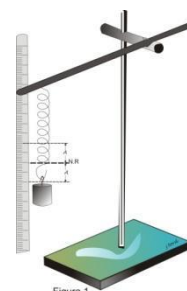

Figura 1
Consideremos un cuerpo de masa m suspendido del extremo inferior de un resorte vertical de masa despreciable, fijo en su extremo superior, como se muestra la Figura 1. Si se aplica una fuerza al cuerpo desplazándolo una pequeña distancia y luego se le deja en libertad, entonces oscilará a ambos lados de la posición de equilibrio (N.R) entre las posiciones $+A$ y $-A$, debido a la acción de la fuerza elástica que aparece en el resorte. Este movimiento se denomina Movimiento Armónico. Si este movimiento se realiza en ausencia de fuerzas de rozamiento, entonces se definirá un Movimiento Armónico Simple (M.A.S.).
- Cuelgue del extremo inferior del resorte una masa. Cuando el sistema esté en equilibrio haga coincidir el extremo inferior del resorte con un punto de la regla como la mostrada en la Figura 1, y mida cuánto se ha estirado el resorte, considerando la longitud no estirada como L_0 y L la nueva longitud estirada, entonces la elongación será la diferencia: